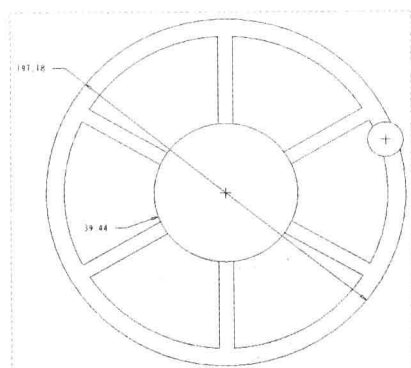

图 3-65 图形文件
Step 01 按【Ctrl+O】组合键，打开图形文件，如图 3-65 所示，在绘图区左下方的尺寸标注上单击鼠标左键，使之处于选择状态。